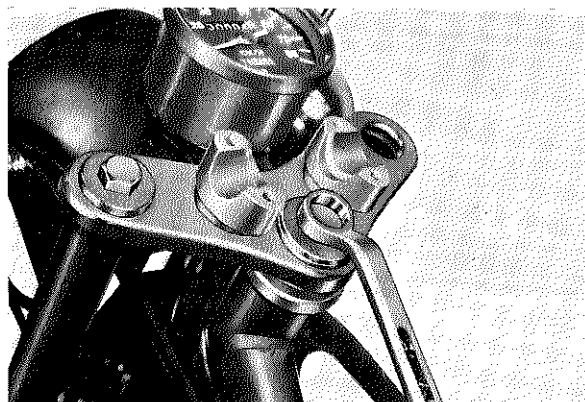

Fig. 5-7-3
7. Remove stem fitting bolt and crown washer. (Fig. 5-7-3)
7. Enlever le boulon de tige de direction et sa rondelle (Fig. 5-7-3)
7. Lenkungsbefestigungsschraube und Deckscheibe entfernen. (Fig. 5-7-3)